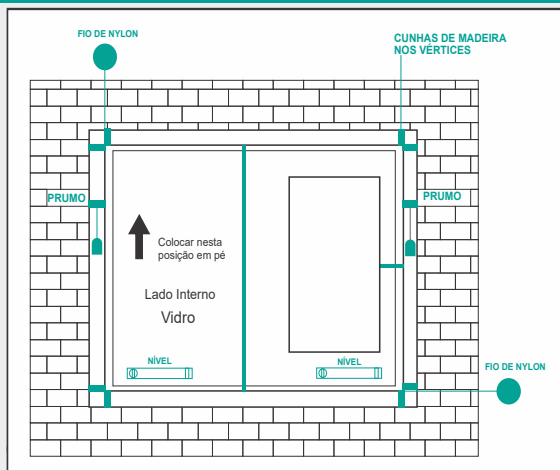

Figura 4 - Detalhe do estudo de nível
- Fazer a conferência de nível e prumo e alinhamento da esquadria, conforme figura 4.